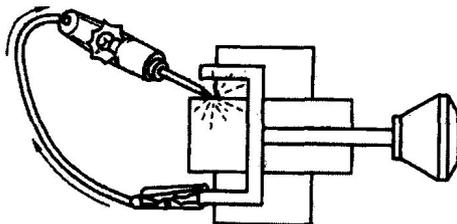

图 1-5 用有源测试灯测导通性
(2)使用有源测试灯(如 J 21008)检测导通性 有源测试灯由灯泡、电池和两条导线组成,当两根导线碰在一起时灯泡即亮(见图 1-5)。